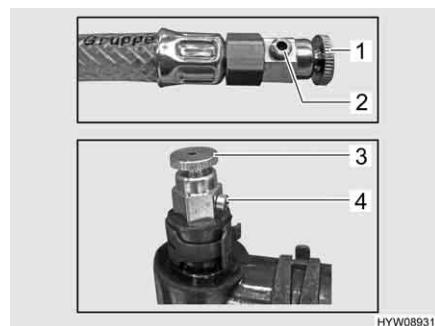

Fig. 165 Valvole di sfiato del riscaldamento ad acqua calda
- Aprire la valvola di sfiato (Fig. 165,1 o 3) e lasciarla aperta finché non esce più aria dall'apertura (Fig. 165,2 o 4).